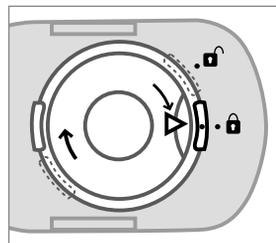

Рис. 3
5. Закройте крышку ингаляционной камеры обратно, повернув ее по часовой стрелке, так, чтобы маркер «**▶●**» указывал на «**●**» (рис. 3).